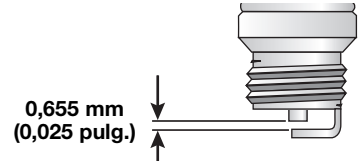

Fig. 38
3. Cambie las bujías que estén rajadas, sucias o deterioradas. Fije la separación de aire a 0,655 mm (0,025 pulgadas) utilizando un calibrador (Fig. 38).